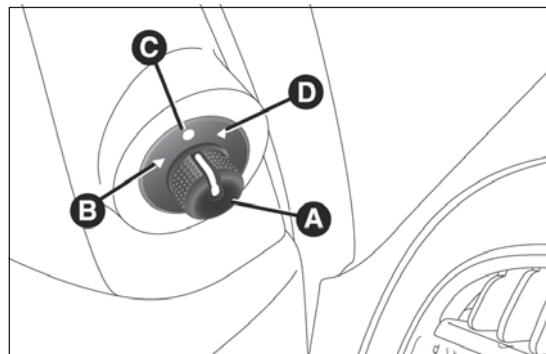

fig. 36
- ☐ mediante il dispositivo A fig. 36 selezionare lo specchio desiderato (destro o sinistro);